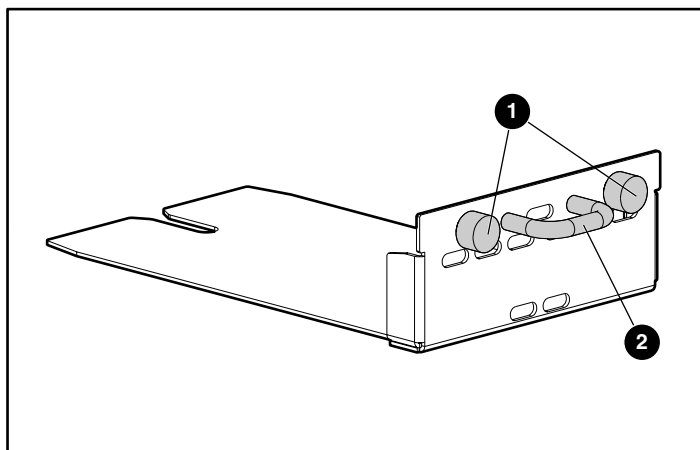

Figure 7-7 : Vis à molette et poignée d'un module E/S ou d'un obturateur
2. Desserrez les vis ❶ à molette du module E/S ou de l'obturateur illustré à la figure 7-7 en tournant les vis dans le sens inverse des aiguilles d'une montre.
3. Saisissez la poignée ❷ illustrée à la figure 7-7, sortez entièrement le module E/S ou l'obturateur du compartiment E/S.